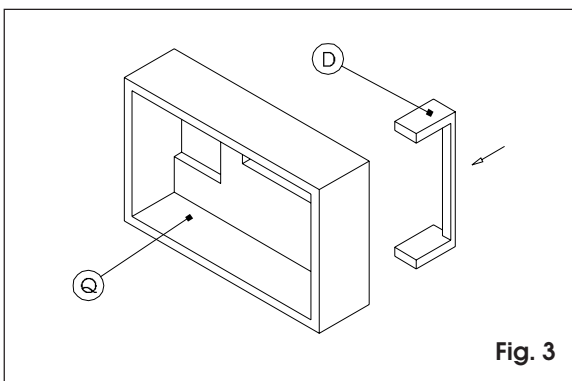

Fig. 3
- 5) Inserire nella parte posteriore del contenitore **Q** il particolare plastico **D** per la guida dei perni, come in Fig. 3.
- 5) Insert the plastic item **D** to guide the pins into the rear of the container **Q** as shown in Fig. 3.
- 5) Introduire le détail en plastique **D** de guidage des pivots dans la partie postérieure du coffre **Q**, comme indiqué en Fig. 3.
- 5) En la parte trasera del contenedor Q, introducir la pieza de plástico D para guiar los pernos (Fig. 3).
- 5) In die Rückseite des Kastens Q das Kunststoffteil für die Führung D der Bolzen einsetzen (Abb.3).